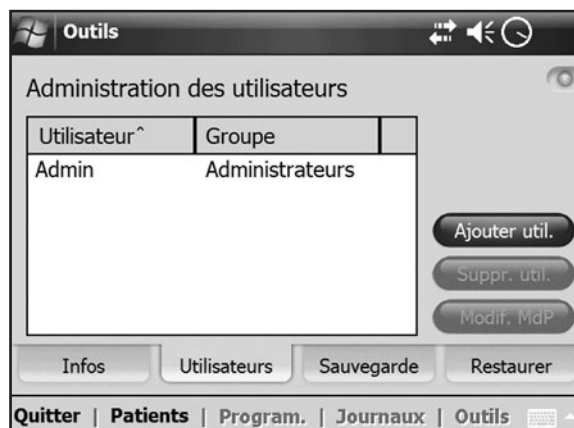

Figure 8-44 : Fenêtre Administration d'utilisateur
1. Appuyez sur l'onglet **Utilisateurs** pour ouvrir la fenêtre Administration d'utilisateur. Reportez-vous à la Figure 8-44.